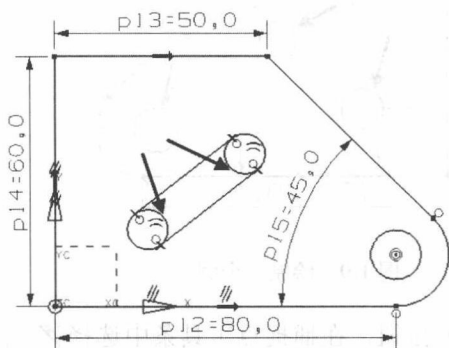
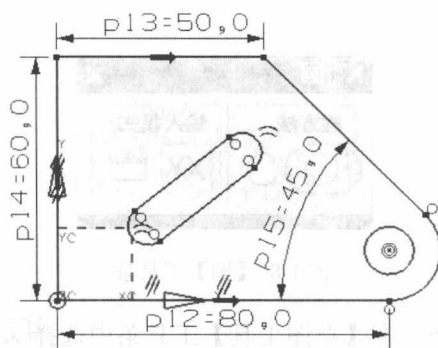

图 1-14 选择要修剪的曲线
图 1-15 修剪后的草图
(8) 修剪多余曲线。在【草图工具】工具条中选择  (快速修剪) 按钮, 然后在图中选择如图 1-14 所示的曲线, 修剪结果如图 1-15 所示。